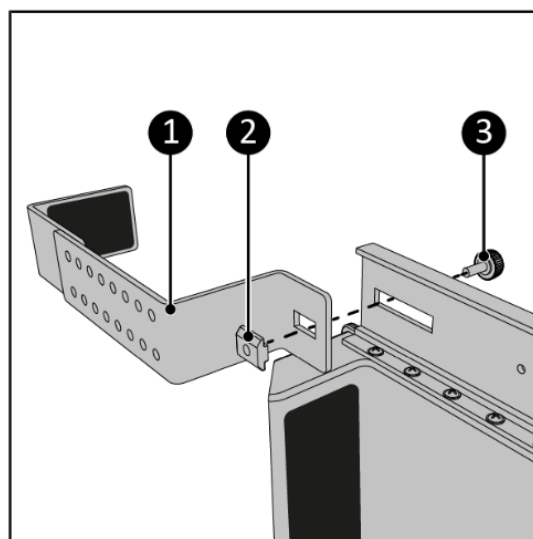

Figura 36.
7. Înșurubați piulița culisantă **(7)** (Imagine 36, articolul 2) la șina principală în poziția față (Figura 36, articolul 1). Asigurați-vă că șurubul (Figura 36, articolul 3) este atașat la piulița glisantă.